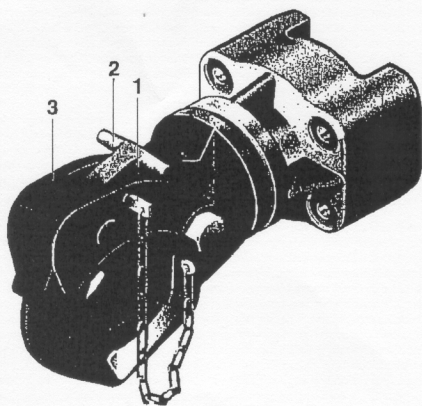

Abb. 1
- Nach dem ordnungsgemäßen Einführen des Gliederbolzens (1) lassen sich weder Sperrhebel (2) noch Verschlussbügel (3) bewegen (Abb. 1)
- Sicherung am Verschlussbügel (3, s. Abb. 1) regelmäßig fetten
3.1 Einkuppeln (s. Abb. 1)
- 2 anheben und mit 3 nach unten bewegen, Kupplung mit Gliederbolzen (1) sichern (s. Abb. 1)